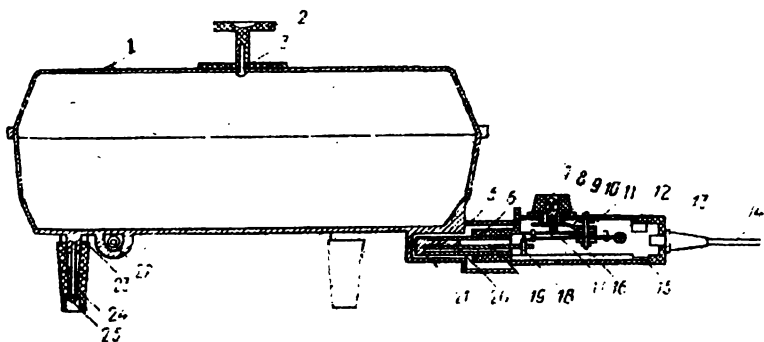

Рис. 27. Электросковорода ЭС-1, 25/220:
**Электросковороды.** Электросковорода ЭС-1,25/220 (рис. 27) состоит из корпуса 4, выполненного из пищевого алюминиевого сплава, в днище заформован нагревательный элемент типа ТЭН, выводы которого выведены наружу на специальный прилив. В приливе есть отверстие, в которое устанавливается теплосъемник 21 устройства регулирования температуры на дне сковороды. Корпус имеет три пластмассовые ножки 24, присоединенные к корпусу с помощью винтов 25. Для удобства переноса и исключения ожога сковорода оснащена двумя пластмассовыми ручками, каждая из которых присоединяется к корпусу тремя вин-